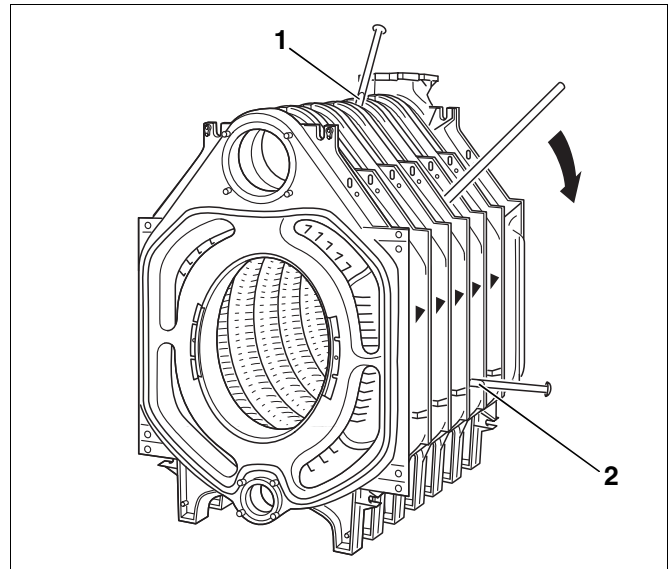

Abb. 27 Kesselblock trennen
- Durch Eintreiben (Einschlagen) von Flachkeilen oder Meißeln an den vorgesehenen Stellen (Abb. 27, **Pos. 1** und **2**, oben und unten zwischen den Kesselgliedern) den Kessel an der undichten Stelle trennen.